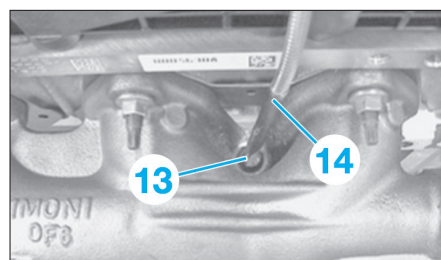

Fig. 84
- Extraire les vis à douze pans (13) avec un outil à griffe (14) (Fig.84).